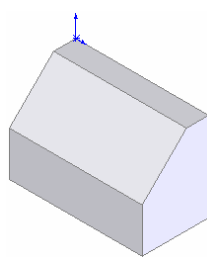

图 5-53 倒角图形
- ⑦ 确认倒角特征。单击“倒角”属性管理器中的“确定”图标按钮，结果如图 5-53 所示。